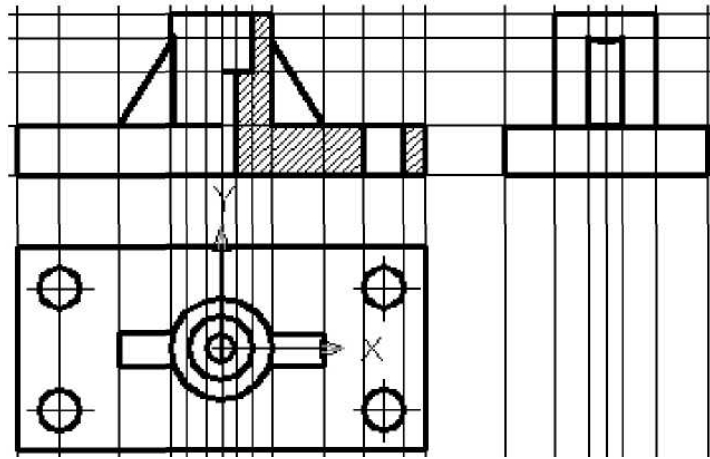

Рисунок 4.34 – Позначення на кресленнях розрізів, виносних елементів
– «**Вспомогательные прямые**» (рис. 4.34).